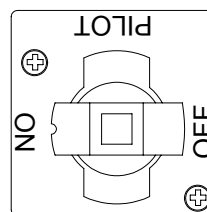

Figure 2
3. Après avoir allumé la veilleuse, appuyez sur le bouton du robinet de gaz et tournez-le lentement à la position ON (marche) (voir la Figure 2 ci-dessus). Une fois la veilleuse allumée, le brûleur s'allumera automatiquement dès que le thermostat est réglé à une température supérieure à son réglage actuel ou que le contrôleur demande plus de chaleur.